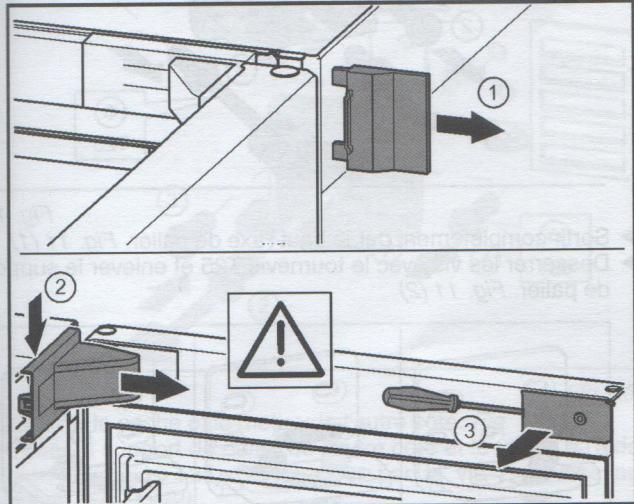

Fig. 7
- Retirer le cache extérieur. Fig. 7(1)
- Détacher et libérer le cache du support de palier. Retirer le cache du support de palier. Fig. 7(2)
- Dégager le cache avec le tournevis et l'incliner sur le côté. Fig. 7(3)